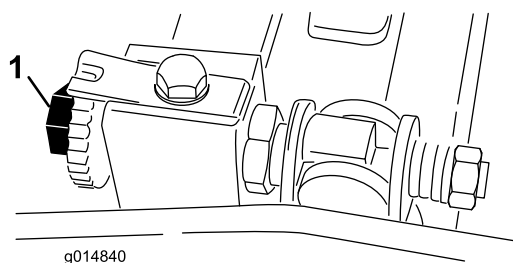

图47
3. 旋转滚刀使一片刀片经过滚刀组右侧第一个与第二个底刀螺丝之间的底刀刀刃图47。
6. 向右转动底刀架调节螺丝左右滑动薄垫片直至感到薄垫片上存在轻微的压力如拉力图47。